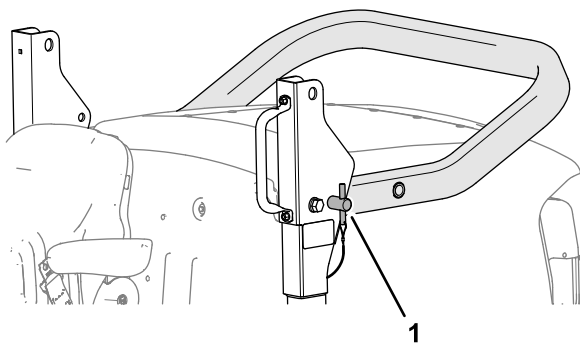

Figura 22
- Retire os pinos da barra de segurança dos suportes da articulação (Figura 22).